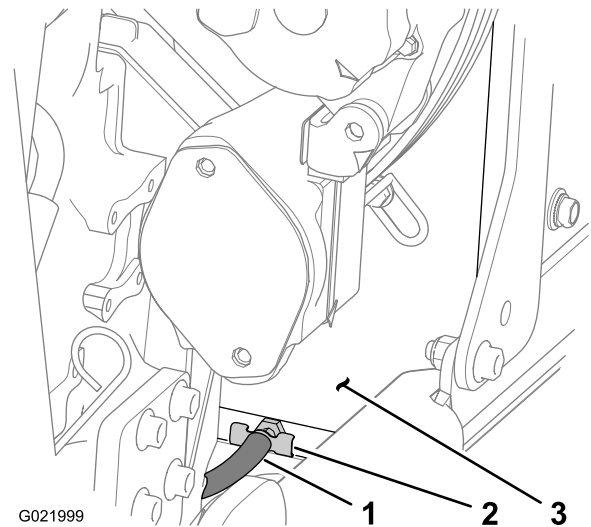

Figura 81
3. Coloque un recipiente de vaciado con una capacidad mínima de 20 litros (5,3 galones) debajo del extremo abierto de la manguera de drenaje (Figura 81).
5. Cierre la válvula de drenaje (Figura 81).
- F. Abra la válvula de drenaje y drene la solución de limpieza en un recipiente de vaciado (Figura 81).
- E. Abra la válvula de drenaje (Figura 81) y drene el agua en un recipiente de vaciado.